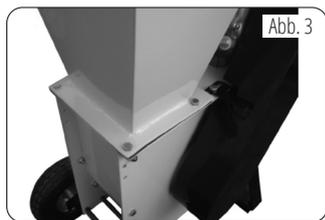

Abb. 3
SCHRITT 4. Stellen Sie den Einfülltrichter auf die Dichtung und richten Sie alle Löcher aus. Befestigen Sie ihn mit Sechskantschrauben, Unterlegscheiben und Kontermuttern. (Siehe Abb. 3)